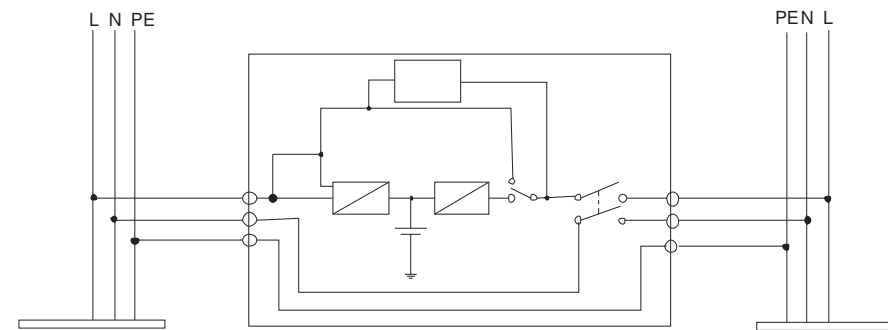

Fig. 3
- Scegliere il luogo d'installazione dell'ups in virtù delle caratteristiche dell'impianto elettrico. Il valore di potenza richiesta dall'ups, richiede un impianto elettrico con caratteristica di tipo "industriale" e non "civile". Verificare, consultando le figure 3, 4 e la tabella 1 del manuale, che l'impianto elettrico esistente ne consenta l'installazione.
- La Fig. 3 illustra il sistema di alimentazione tipo ingresso monofase - uscita monofase. La fig. 4 indica il collegamento dell'ups con ingresso trifase + neutro - uscita monofase. Connettere l'UPS a seconda del tipo MM o TM come indicato negli schemi. Le protezioni da inserire nel quadro d'alimentazione devono essere dimensionate secondo quanto indicato nella tabella 1 relativamente alla configurazione d'ingresso e d'uscita dell'ups.